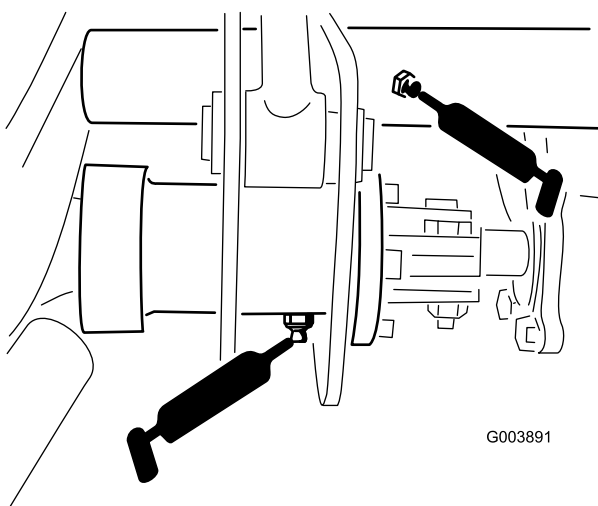

Figura 44
- 5 bocais nas articulações do braço de elevação (Figura 44)
- 1 bocal na embraiagem do veio propulsor (Figura 44)